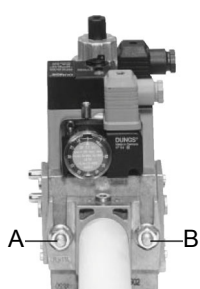
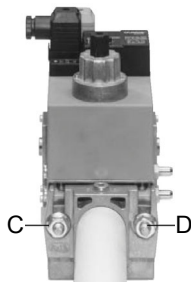
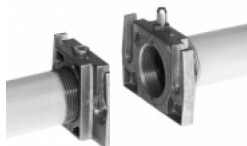

Рис. 2
Рис. 3
Рис. 4
3. Затянуть винты A, B, C и D (Рис. 2 - Рис. 3), соблюдая дистанции монтажа (Рис. 4);
ВНИМАНИЕ: после монтажа газовой рампы согласно схеме на Рис. 2, необходимо провести тестирование на герметичность газового контура, согласно требований действующих нормативов.